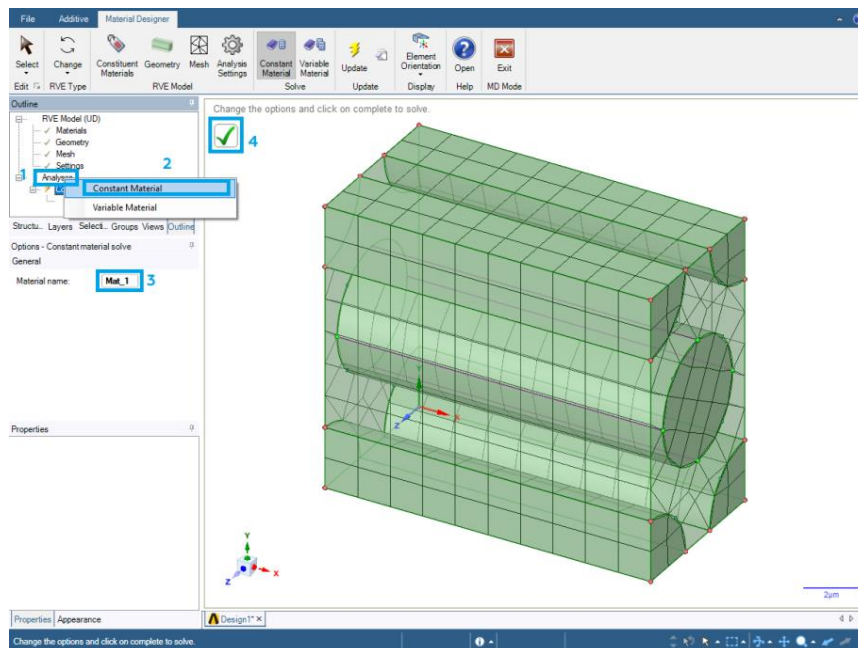

Рис. 12. Создание сетки объемного элемента
9. Теперь осталось присвоить название материалу, который будет состоять из созданного объемного элемента (рис. 12). Для этого нажимаем правую кнопку мыши (ПКМ) на **Analyses** (1) – **Constant Material** (2), вводим название материала (3) и нажимаем галочку (4). Закрываем окно **Material Designer**.